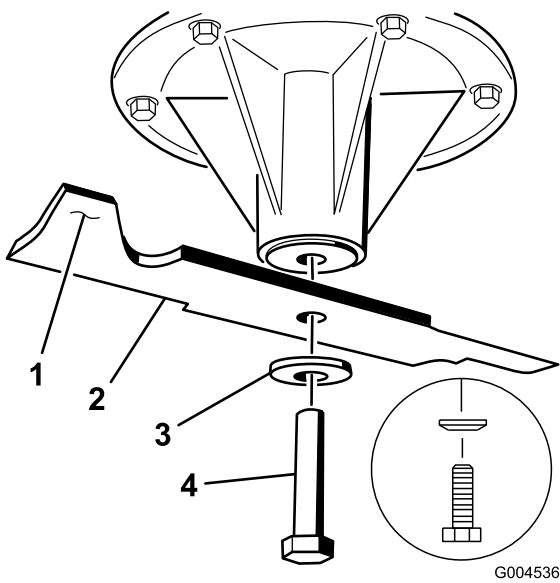

Figura 97
2. Retire del eje el perno de las cuchillas izquierda y central, la arandela curva y la cuchilla (Figura 97).